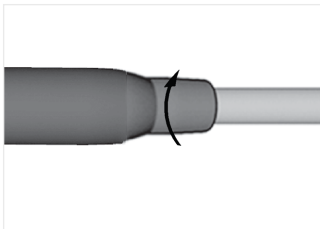

FIG. 3
4. En maintenant le moteur, visser complètement le manchon sur le connecteur arrière du moteur FIG. 3.